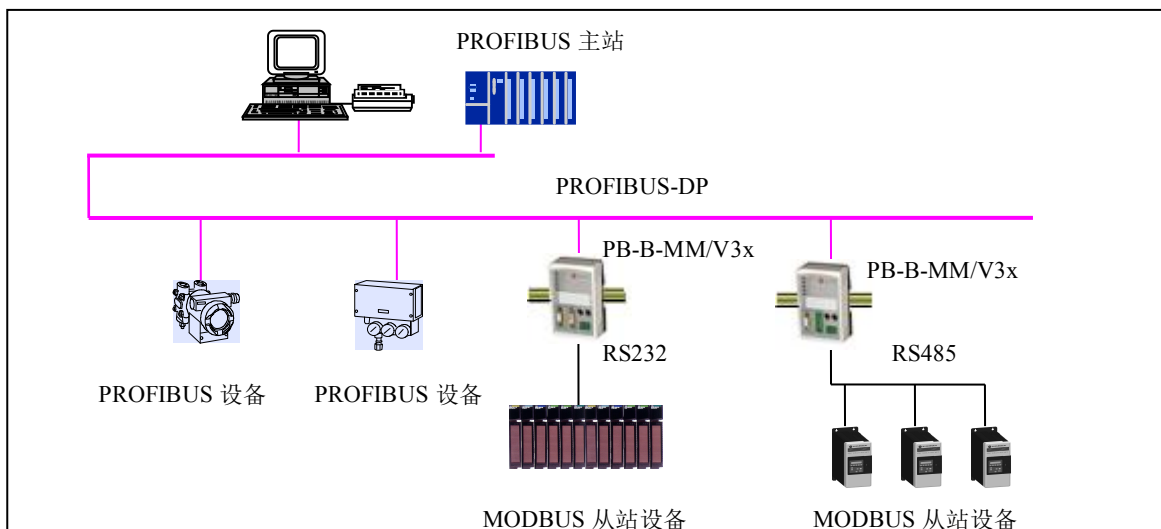
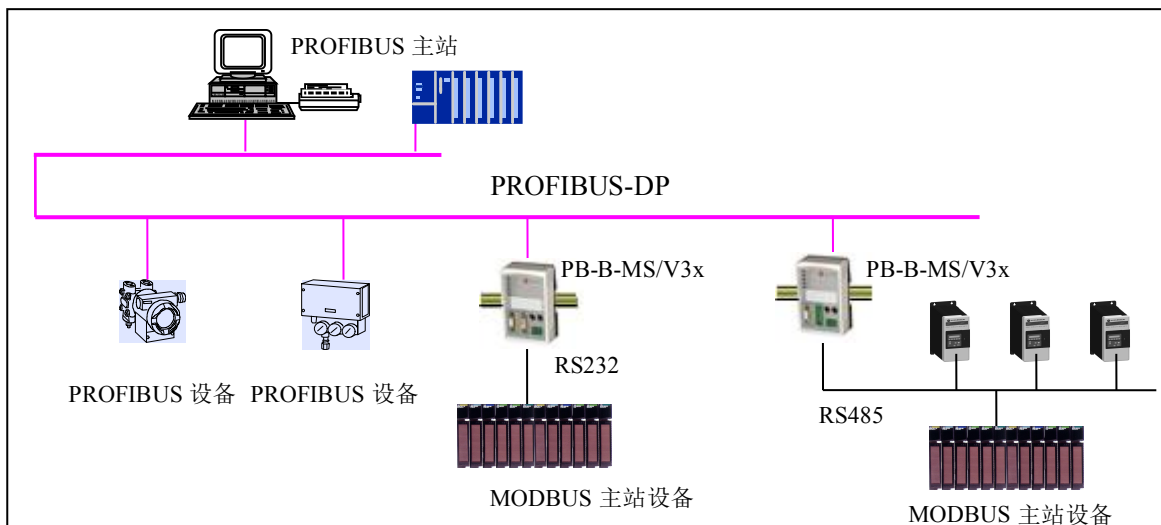

图 0-1 PB-B-MODBUS/232/485/V3x 做主站
图 0-2 PB-B-MODBUS/232/485/V3x 做从站
2. V3.x 型产品，在 PROFIBUS 一侧只做 PROFIBUS 从站；在 MODBUS 一侧即可做 MODBUS 主站(见图 0-1)，也可以做 MODBUS 从站(见图 0-2)。本手册以 V3.3 型产品为例来介绍它的使用。
上图 0-1 中 PB-B-MODBUS/232/485 在 MODBUS 一侧是主站，通过 RS232/485 接口连接到 MODBUS 从站设备上。
上图 0-2 中 PB-B-MODBUS/232/485/V33 在 MODBUS 一侧是从站，通过 RS232/485 接口连接到 MODBUS 主站设备上。
*V3.x 型产品 (PB-B-MODBUS/V33) 在 PROFIBUS 一侧只做 PROFIBUS 的从站; 在 MODBUS 一侧即可做 MODBUS 主站(见本手册第 1 页图 0-1), 也可以做 MODBUS 从站(见本手册第 1 页图 0-2)。*